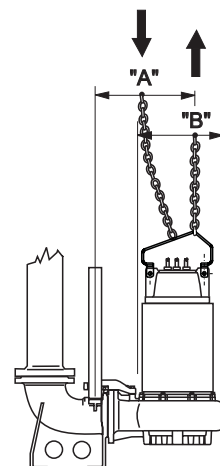

Рис. 2
- 1.5. - Если необходимо снять электронасос со своего места, прежде всего отсоедините электрические кабели от панели управления и поднимите его, как указано на стр. 129 (рис. 2). Очистите электронасос снаружи и внутри струей чистой воды от возможных остатков перекачиваемой жидкости, используя защитные очки, резиновые перчатки, маску и непромокаемый фартук.